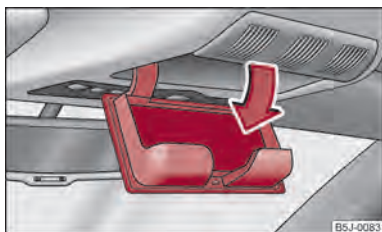

Fig. 66 Vano del padiglione del tetto: Scomparto per gli occhiali
– Premere il coperchio dello scomparto in modo che lo scomparto si apra verso il basso ⇒ fig. 66.